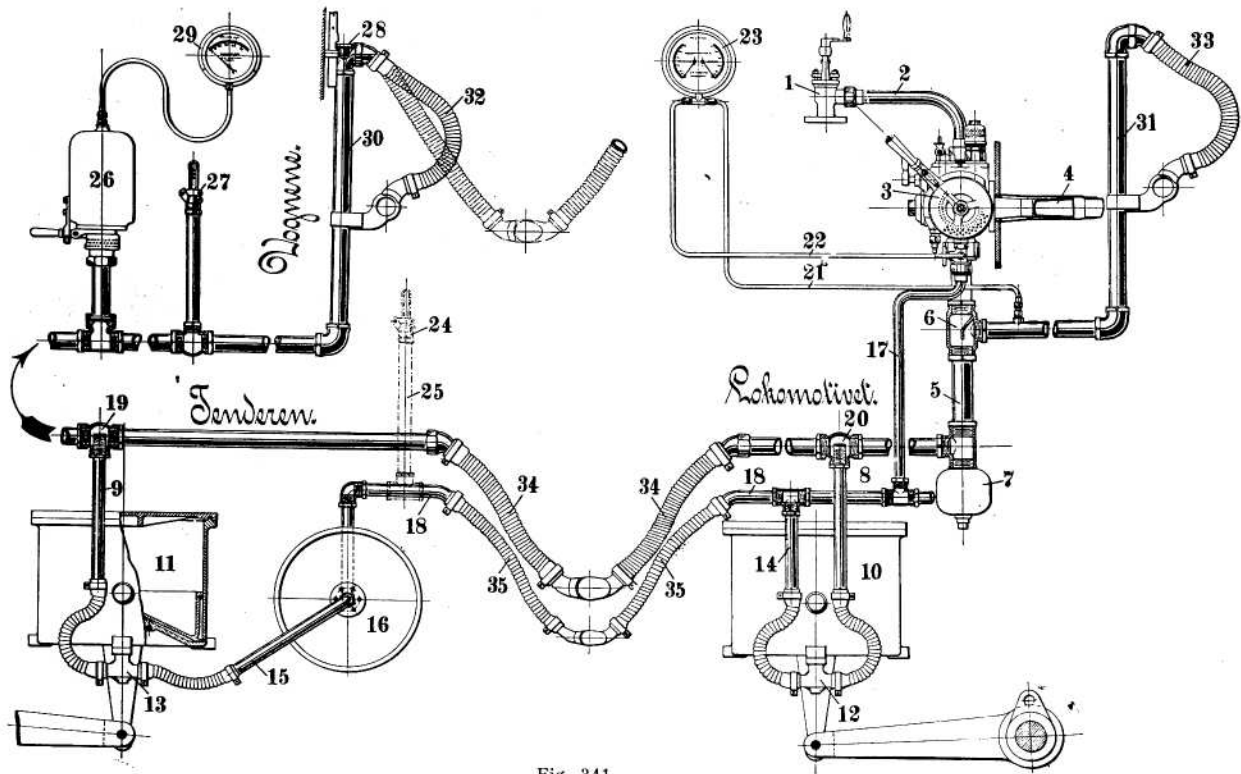

Fig. 341
### 1) se fig. 341
Luftklap, ((24) i fig. 341) - fig. 354.
Dobbeltejektoren, (fig. 356, se også fig. 341)